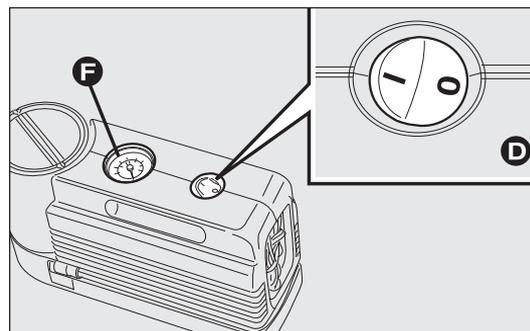
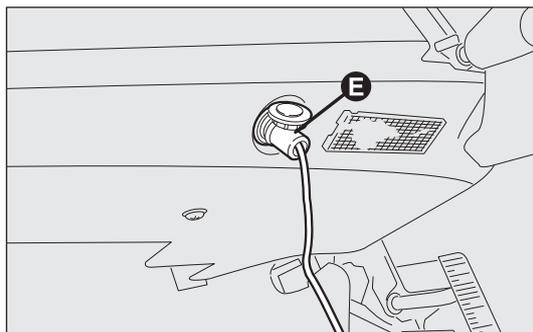

fig. 159
fig. 160
- s'assurer que l'interrupteur D-fig. 5 du compresseur est en position 0 (éteint), démarrer le moteur, insérer la goupille E-fig. 160 dans la prise de courant et actionner le compresseur en plaçant l'interrupteur D-fig. 159 en position I (allumé). Gonfler le pneu à la pression indiquée dans le paragraphe « Pression de gonflage » du chapitre « Caractéristiques techniques ».
Pour plus de précision dans la lecture, il est préférable de vérifier la valeur de la pression sur le manomètre F-fig. 159 avec le compresseur éteint ;